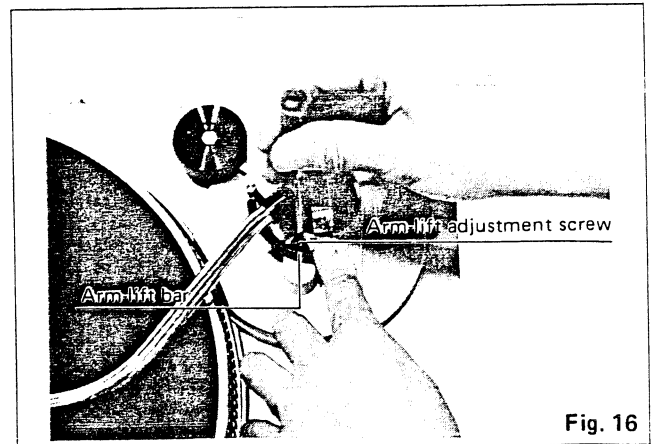

Fig. 16
3. Drehen Sie die Justierschraube im Uhrzeiger- oder Gegenuhrzeigersinn, währenddem Sie die Tonarmliftführung nach unten drücken. (Vgl. Abb. 16.)
3. Tourner la vis de réglage dans le sens des aiguilles d'une montre ou dans le sens inverse, tout en abaissant l'élevateur du bras. (Voir Fig. 16.)